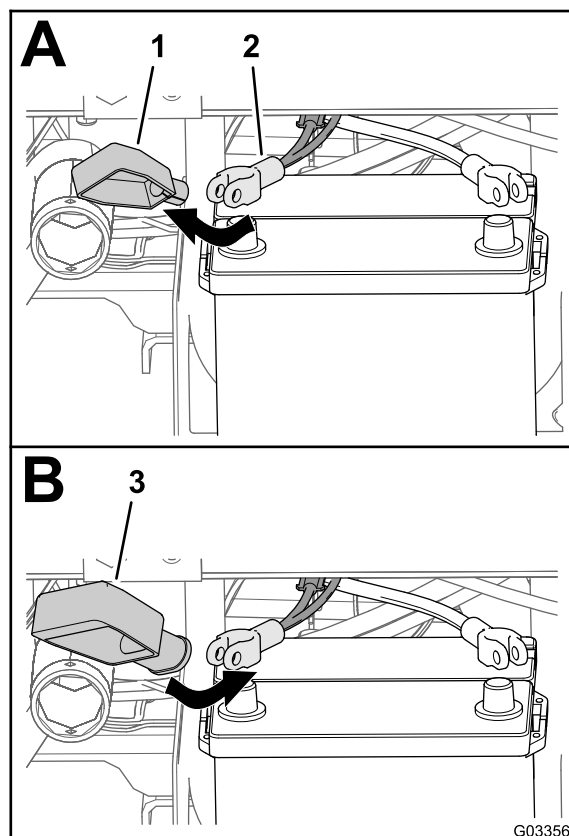

**Figure 27**
1. Retirez les écrous et les boulons en T sur les cosses des câbles positif et négatif de la batterie (Figure 27).